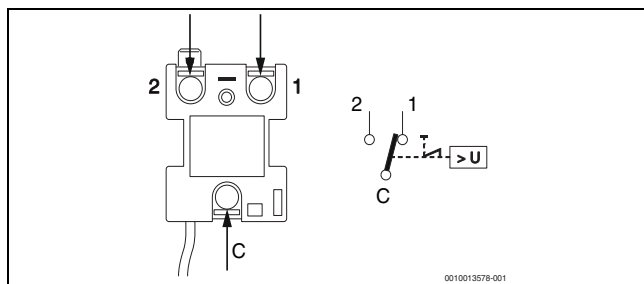

Fig. 29 Racordarea limitatorului de temperatură de siguranță
- ▶ Introduceți firele termostatului la noul termostat (→ Fig. 29)